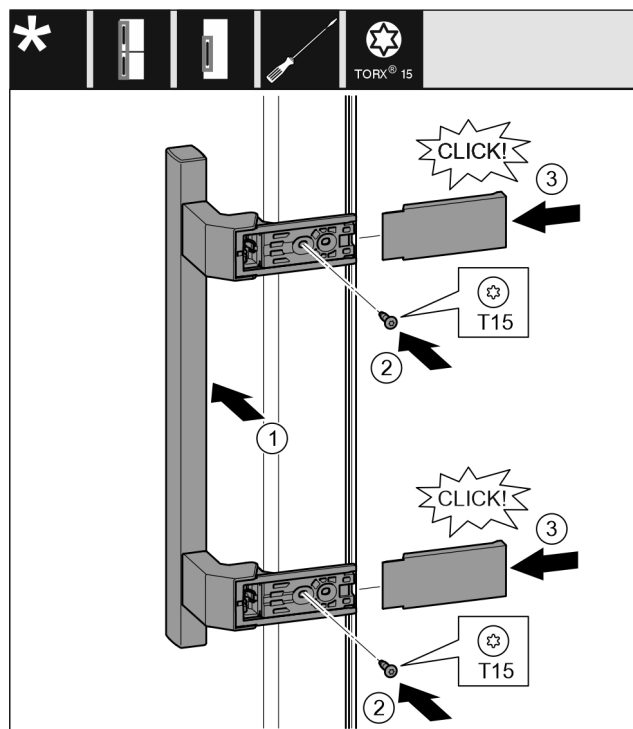

Fig. 21
- Griff auf der Gegenseite ansetzen. Fig. 21 (1)
- Schrauben mit Schraubendreher T15 festschrauben. Fig. 21 (2)
- Abdeckungen seitlich ansetzen und aufschieben. Fig. 21 (3)